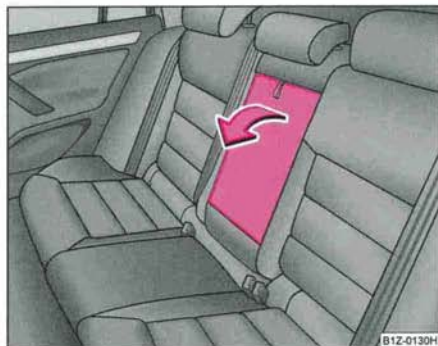

Fig. 71 Sièges AR:
- Afin d'accroître le confort vous pouvez sortir l'accoudoir de sa boucle et le rabattre ⇒ fig. 71. ■